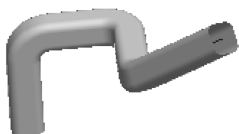
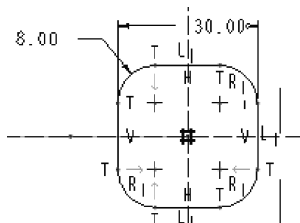

图 6-135 扫描曲面
图 6-136 截面
(1) 创建如图 6-135 所示的扫描曲面。其轨迹关键点为 (0, 0, 0)、(0, 0, 100)、(0, 100, 100)、(100, 100, 100) 至 (180, 180, 180)，拐弯处半径为 30。截面如图 6-136 所示。